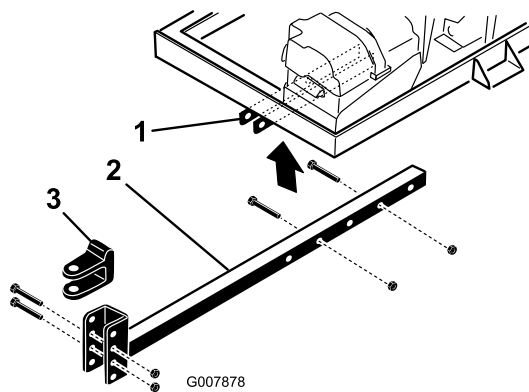

Figure 5
2. Insérez le tube d'attelage dans les supports du châssis (Figure 5). Fixez le tube au cadre avec 2 boulons (3/8 x 3 po) et écrous à embase (3/8 pouce).
- Enlevez les boulons et les contre-écrous de fixation de la chape d'attelage (Figure 5) au tube d'attelage.
- Retirez les boulons et écrous qui fixent le tube d'attelage aux supports du châssis (Figure 5).